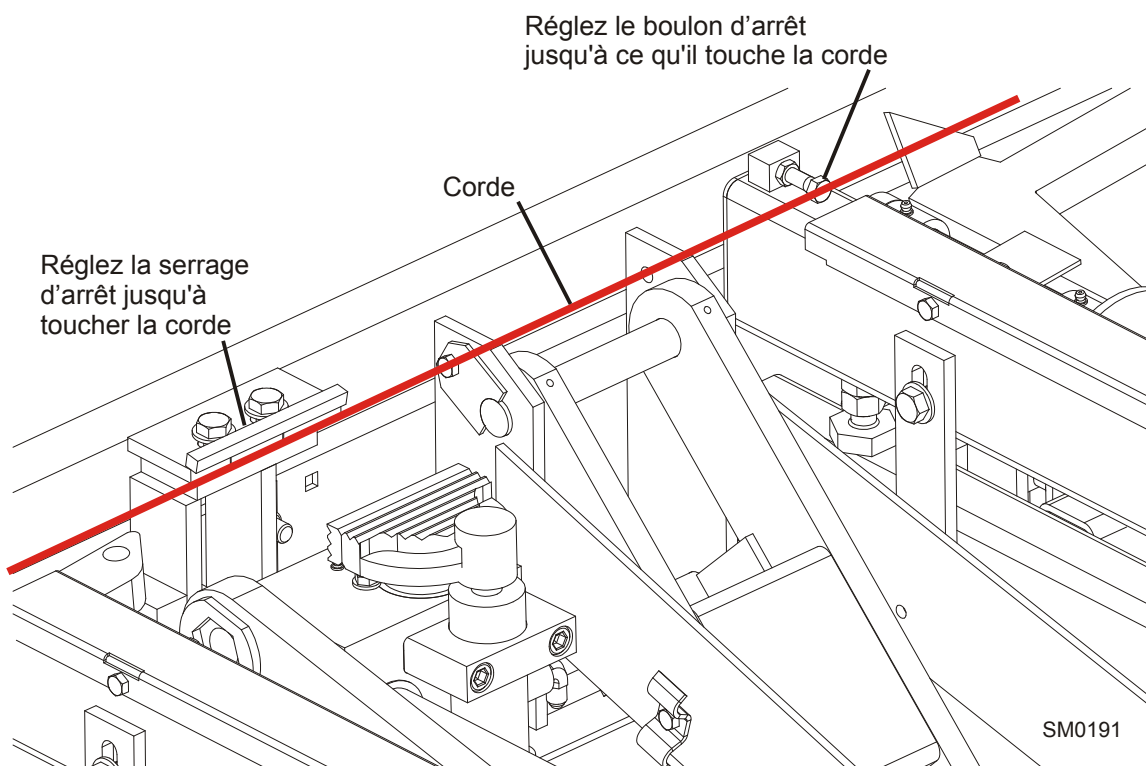

FIG. 7-46
**Voir Figure 7-46.** Desserrez les boulons de la butée de serrage et réglez la butée de serrage jusqu'à toucher la corde. Desserrez le contre-écrou et réglez le boulon sur le rail de banc intermédiaire arrière jusqu'à ce qu'il touche la corde.